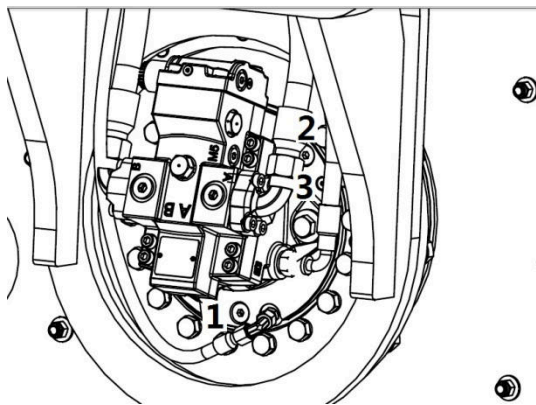

Рис. 3-18 Замена смазочного масла колесного редуктора
5. Замена смазочного масла колесного редуктора (Рис. 3-18)